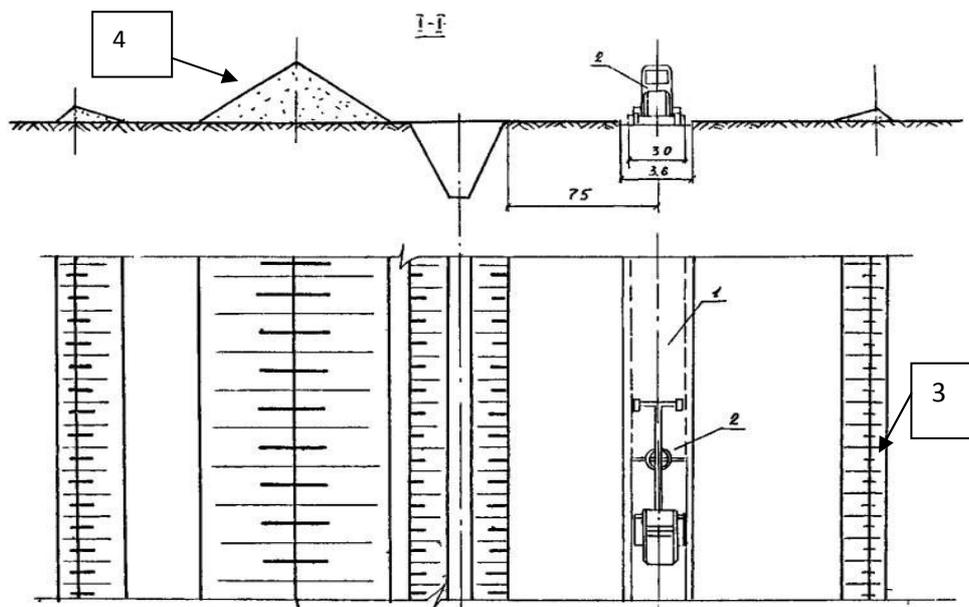

Рис. 9
15. На рис. 9 позиция 2 представлена схема